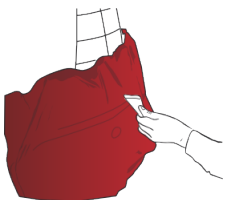

Abbildung 14
- › Die Folie ist mit einer mit Wollfilz überzogenen Kunststoffrakel auf der gesamten Fläche anzudrücken. Dabei ist darauf zu achten, sie an der konvexen Stelle vorsichtig zu glätten, (Abb. 14) um Spannungen und Falten zu entfernen.